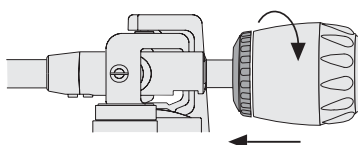

Abb. 2: Gegengewicht montieren
2. Nehmen Sie das Gegengewicht aus einem der beiden seitlichen Styropor-Verpackungsteile heraus und stecken Sie es auf das hintere Ende des Tonarmes, bis es einrastet. Anschließend wird mit dem Gegengewicht das Auflagegewicht genau eingestellt, mit dem die Abtastnadel auf der Schallplatte aufliegt (Abb. 2).